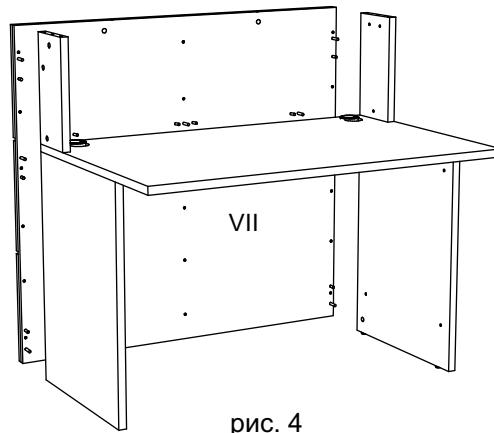

рис. 4
Прикрепить переднюю панель (VII) к стойкам и столешнице, поворачивая эксцентрики по часовой стрелке. Установить и закрепить верхнюю столешницу (II). В столешницу (I) установить заглушку для проводов (2)(рис. 4).